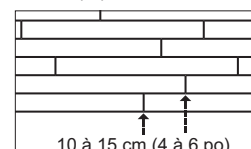

Figure 4
- Faire attention à décaler les extrémités des planches d'au moins 15 cm (6 po), si possible, dans les rangées adjacentes (Figure 4). Cela aidera à donner une apparence globale plus favorable du revêtement de sol.
- Vérifier si l'ajustement est serré entre toutes les bordures et extrémités de chacune des planches. Les joints d'extrémité des rangées adjacents devraient être décalés d'un minimum de 15 cm (6 po), si possible, pour garantir une meilleure apparence d'ensemble (Figure 4).